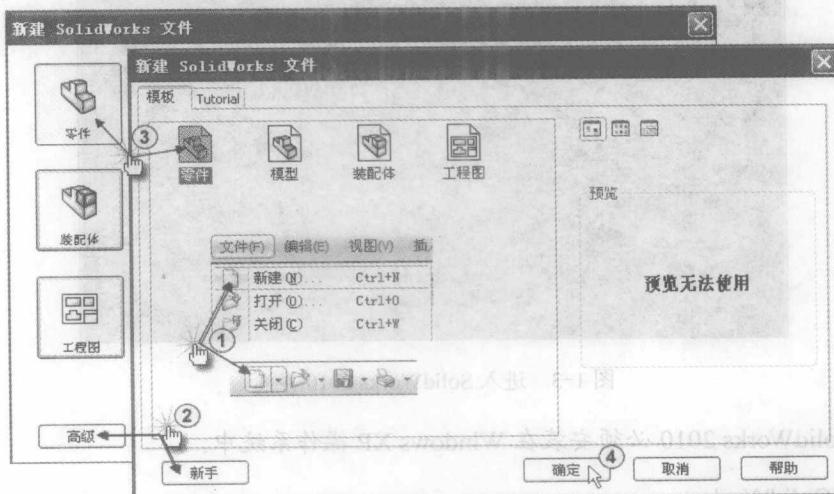

图1-5 “新建文件”对话框中的“新手”模式和“高级”模式
的“新建”图标，如图1-5中①所示，系统弹出“新建文件”对话框。在这个对话框中有两种建立新文件的模式，一种是“新手”模式；另一种是“高级”模式，如图1-5中②所示。这两种模式可以互相切换。在新建文件对话框中有“零件”、“装配体”和“工程图”三种格式的文件可以选择创建，单击“零件”图标，再单击“确定”图标按钮，完成新文件创建的操作。